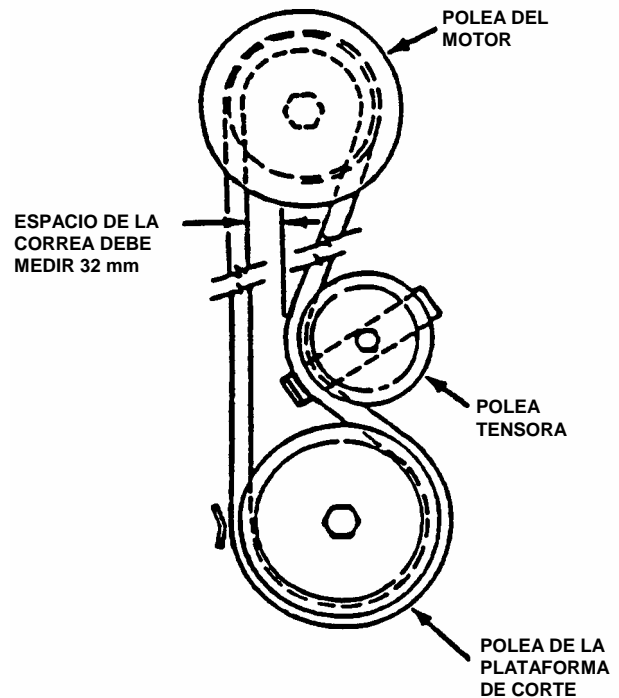

FIGURA 3.4
5. **Plataformas de 64, 71 y 76 cm:** Mida el espacio entre la correa y la polea tensora. Vea la figura 3.4. El espacio debe medir 32 mm, pero no menos de 25 mm. Si mide menos de 25 mm, debe ajustar la tensión de la correa. Consulte la sección "AJUSTES DE LA CORREA DE LA CUCHILLA".
2. Cambie el filtro de aire. Tire del cerrojo del filtro de aire y gírelo para quitar la cubierta del filtro. Vea la figura 3.4. **IMPORTANTE:** Las lengüetas en la cubierta del filtro de aire deben estar completamente insertadas en la cubierta del motor, de lo contrario el compartimiento no estará totalmente cerrado para evitar la entrada de impurezas al carburador.